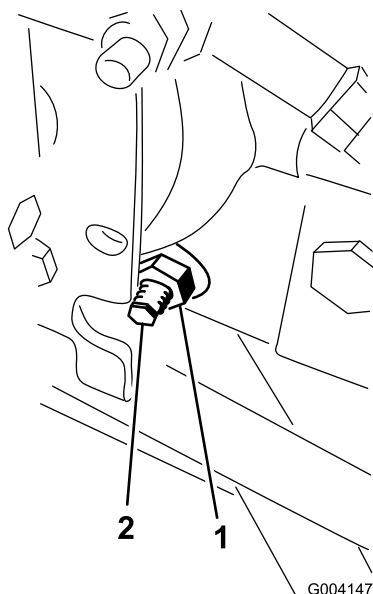

図 83
3. ハイドロスタットの右側にあるトラクション調整カムのロックナットをゆるめる **図 83**。